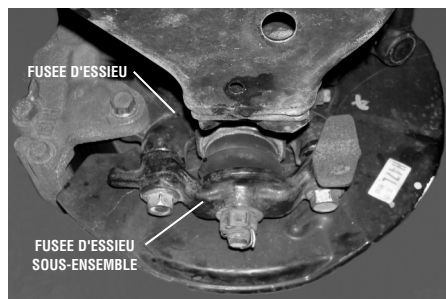

Figure 1
4. Retirer les deux écrous du bas du porte-fusée, puis séparer la fusée du bas du porte-fusée (Voir figure 1).